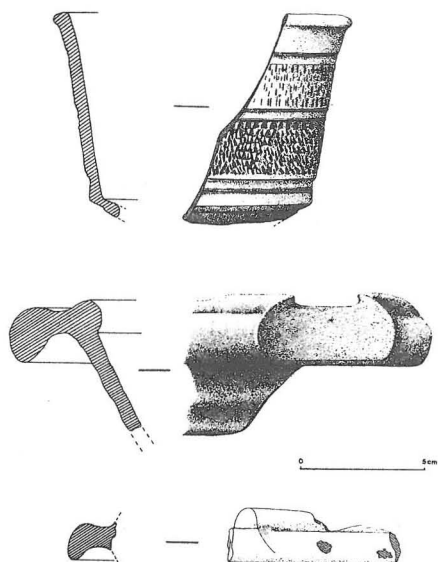

Figure 2 - Luxeuil. a : Drag. 30, décor à la roulette ; b : mortier à pâte claire (dessins J. Gelot).
- sigillée rouge (Fig. 2, 3 et 4) -rarement noire- lisse, moulée ou décorée à la roulette ; la forme Drag. 37 reste majoritaire dans la sigillée décorée au moule ;